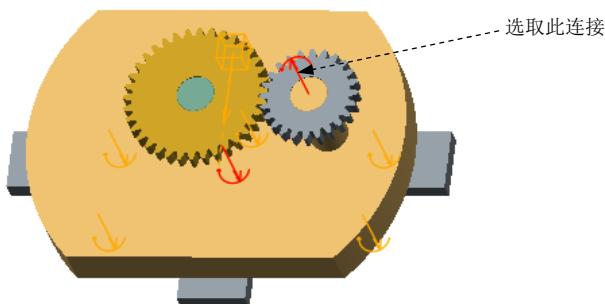

图 9.4.36 选取参考对象
- (1) 选择命令。单击 **插入** 区域中的“伺服电动机”按钮 ，系统弹出“伺服电动机定义”对话框。
- (2) 选取参考对象。选取图 9.4.36 所示的连接为参考对象。
- (3) 设置轮廓参数。单击“伺服电动机定义”对话框中的 **轮廓** 选项卡，在“定义运动轴设置”按钮 右侧的下拉列表中选择 **速度** 选项，在“模”下拉列表中选择 **常量** 选项，设置 $A=30$ 。
- (4) 单击对话框中的 **确定** 按钮，完成伺服电动机的定义。